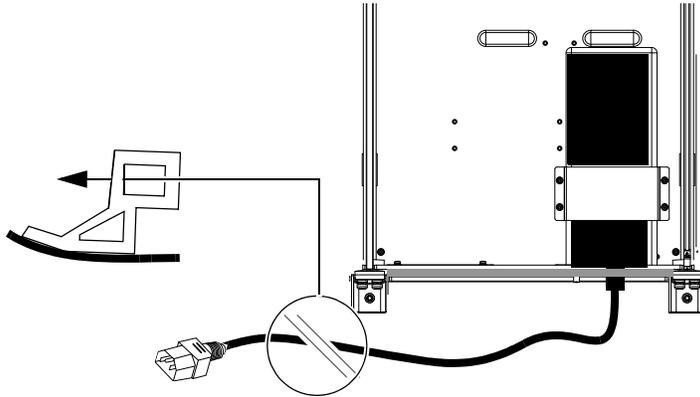

Abbildung 15. Führung des Kabels durch die hintere Unterlagsplatte und Verbindung mit dem Netzteil (Ethernet-Switch nicht abgebildet)
- 6 Führen Sie das andere Ende der Wechselstromkabel durch die Öffnung in der hinteren Unterlagsplatte und durch die oberen (quadratischen) Öffnungen in der Rückplatte, wie in Abbildung 15 dargestellt.